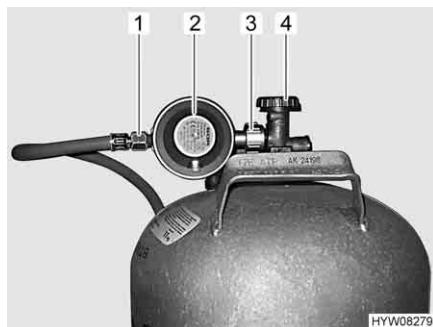

Fig. 104 Raccordo bombola del gas
- Chiudere la valvola principale di arresto (Fig. 104,4) della bombola del gas. Osservare la direzione della freccia.
- Tenere fermo il regolatore di pressione del gas (Fig. 104,2) e aprire il dado zigrinato (Fig. 104,3) (nella filettatura sinistra).
- Rimuovere il regolatore di pressione del gas con il tubo del gas (Fig. 104,1).
- Collocare il regolatore di pressione del gas (Fig. 104,2) con il tubo del gas (Fig. 104,1) sulla bombola del gas e serrare il dado zigrinato (Fig. 104,3) (generalmente filettatura sinistra). **Non tirare con molta forza.**